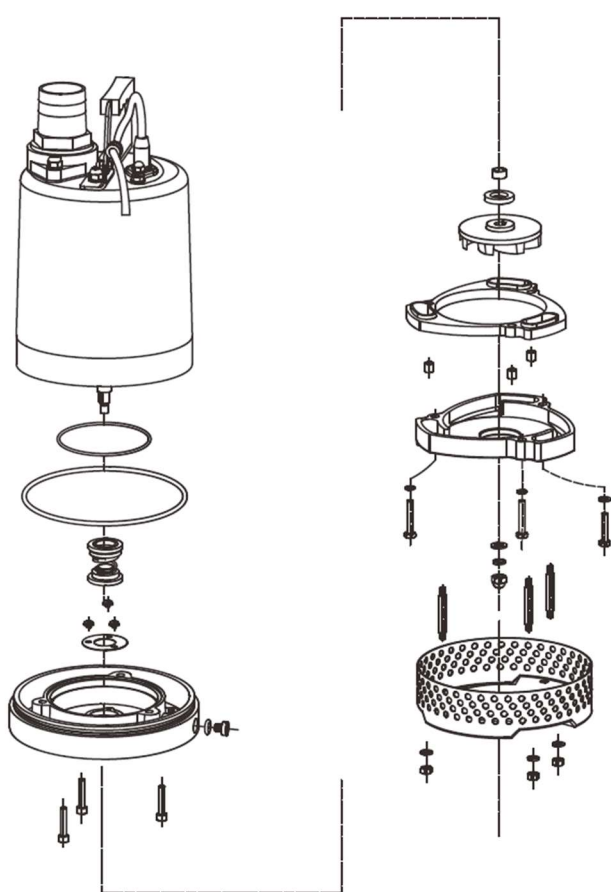
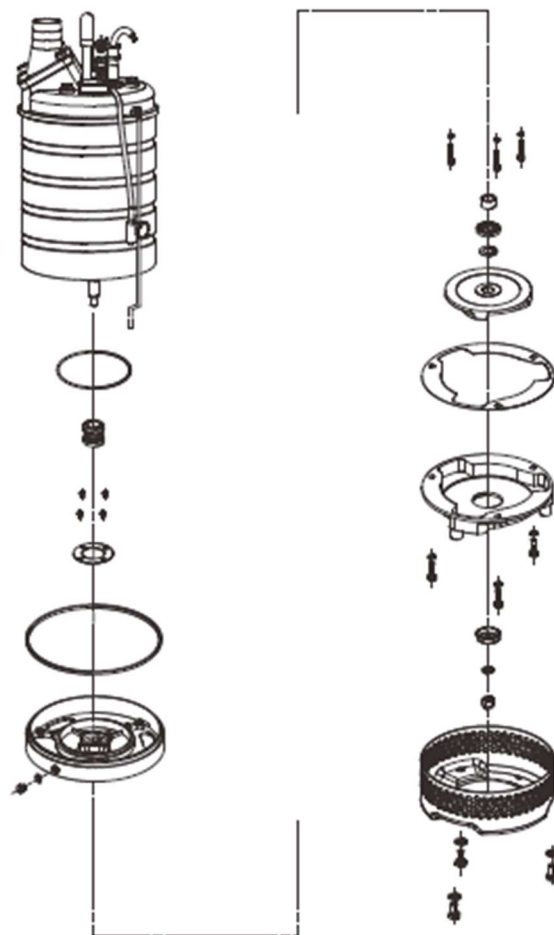

Рис. 26. МОДЕЛЬ 1: 0,25 ~ 0,75 кВт в разобранном виде
Рис. 27. МОДЕЛЬ 2: 1,5 ~ 5,5 кВт в разобранном виде
**5.1.1. Разборка насосов МОДЕЛЬ 1: 0,25 ~ 0,75 кВт, МОДЕЛЬ2: 1,5 ~ 11 кВт / МОДЕЛЬ 4: 1,5 ~ 5,5 кВт (Рис.26, Рис. 27)**